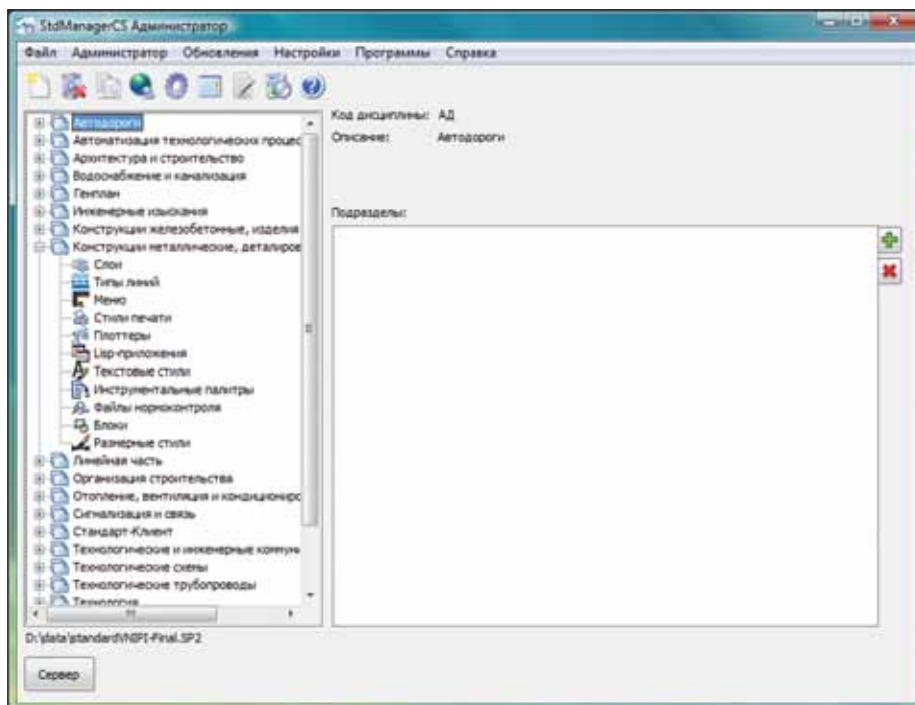

Рис. 5. Главное окно StdManagerCS Администратор
**StdManagerCS Администратор** является приложением Windows. Все функции доступны пользователю через выпадающее меню, а также через панель инструментов. В главном окне **StdManagerCS Администратор** (рис. 5) располагается древовидный перечень дисциплин (специальностей). Раскрывая дисциплину, можно получить доступ к объектам, настраиваемым с помощью приложения. Правая часть окна принимает различный вид в зависимости от настраиваемого объекта.